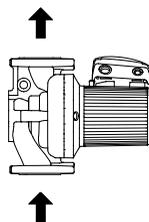

图 1 电机轴水平方向
安装水泵时将电机轴保持水平。见图1。
附录中的图1和2显示了可能的连接：
- 图1显示了使用外部脉冲触点启动或停止时的电气连接。